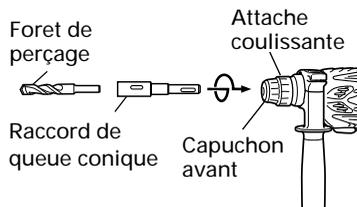
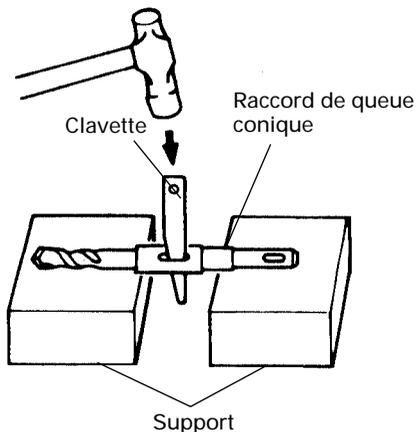

Fig. 13
Fig. 14
- (1) Monter le raccord de queue conique sur le marteau rotatif à percussion (Fig. 13).
- (2) Fixer la mèche (queue conique) sur le raccord de queue conique (Fig. 13).
- (3) Mettre l'interrupteur sur la position de ON (marche) et percer un trou de la profondeur voulue.
- (4) Pour retirer la mèche (queue conique), introduire la clavette dans la fente du raccord de queue conique et frapper la tête de la clavette avec un marteau alors que le perceuse est placée sur le support (Fig. 14).